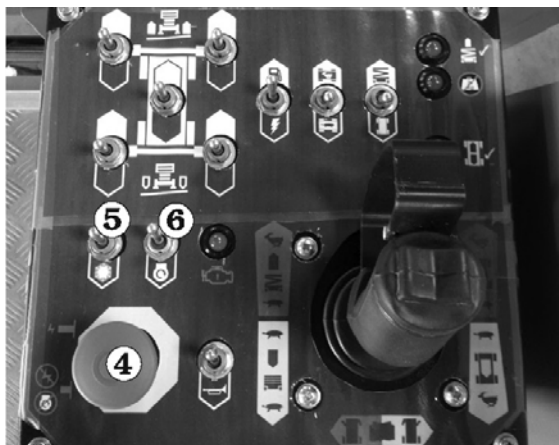

Fig. 8.8
6. Drag ut nödstoppbrytaren ① (TILL) (se Fig. 8.8).
7. Tryck ned manöverbrytaren för glödning ⑤ och håll kvar den nedtryckt, men inte längre tid än 20 sekunder, släpp brytaren alldeles innan motorn startas detta gäller för kall motor. (Se Fig. 8.8).
8. Tryck ned och håll kvar startbrytaren ⑥ tills motorn startar eller under max 20 sekunder, vilket som först inträffar. Då motorn startat, släpp startbrytaren ⑥. (Se Fig. 8.8).